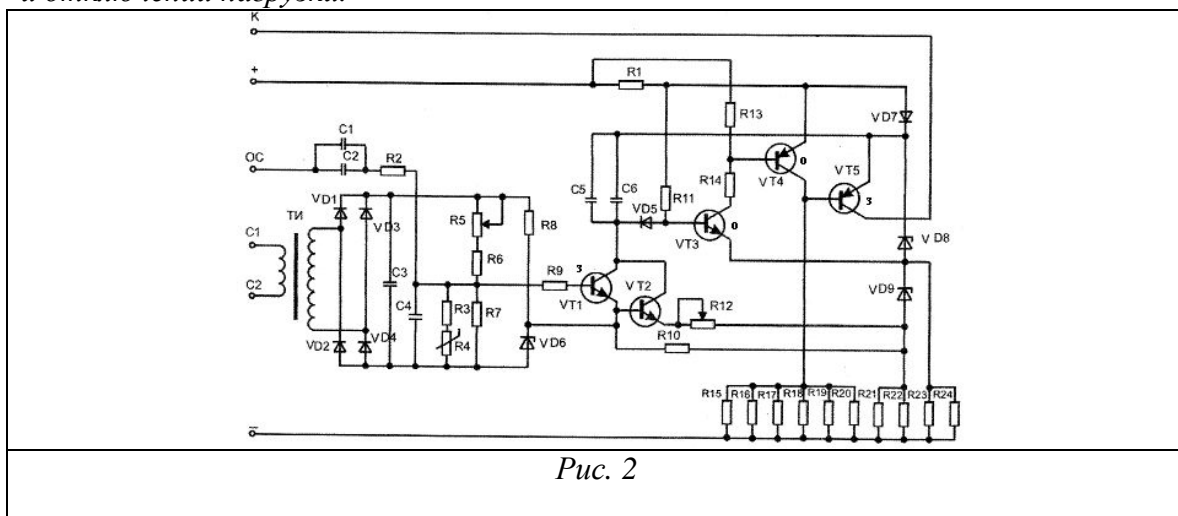

Рис. 2
2. Указать элементы и принцип работы корректора напряжения КН-3 (рис.2), объяснить работу корректора в процессе возбуждения генератора, при подключении и отключении нагрузки.